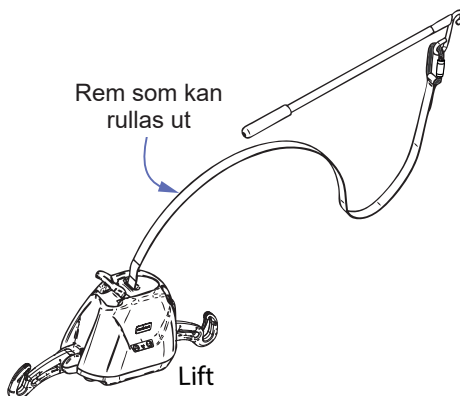

Fig. 5
2. Rulla ut remmen från lyften så att den blir tillräckligt lång för att nå vagnen utan att ta upp lyftens vikt. Se fig. 5.